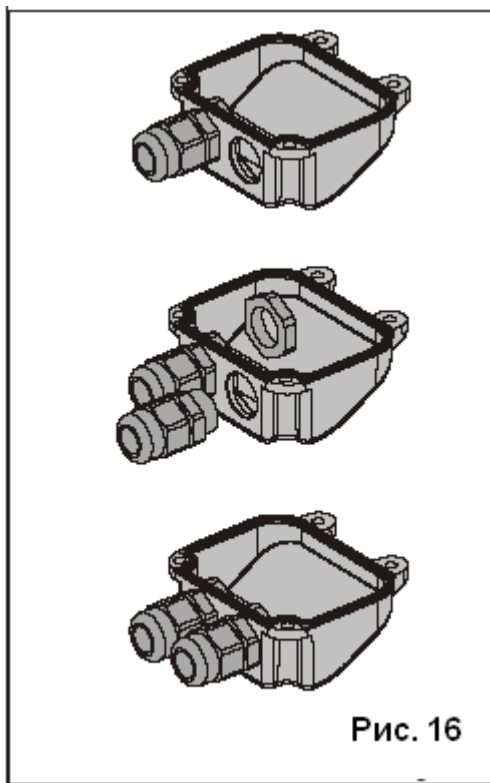

Рис. 16
- 1) Выдавить второе намеченное отверстие в крышке, рис. 16.